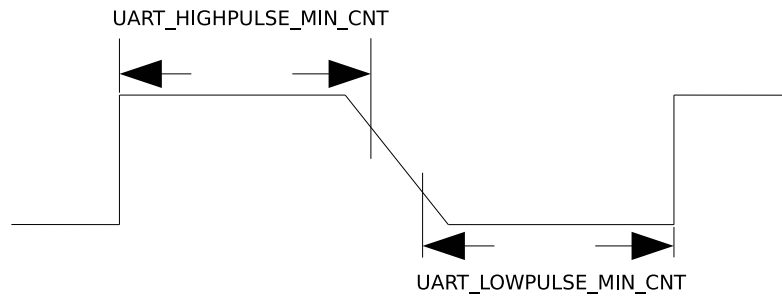

图 25-3. UART 信号下降沿较差时序图
置位 `UART_AUTOBAUD_EN` 可以开启 UART 波特率自检测功能。图 25-3 中的 Baudrate_Detect 可以滤除信号脉宽小于 `UART_GLITCH_FILT` 的噪声。
- 2. 对于 UART 信号的下降沿信号比较差的情况，如图25-3所示，这时通过取 `UART_LOWPULSE_MIN_CNT` 与 `UART_HIGHPULSE_MIN_CNT` 的和平均得到的值不准确，可以通过 `UART_POSEDGE_MIN_CNT` 获取发送方波特率。计算公式如下：